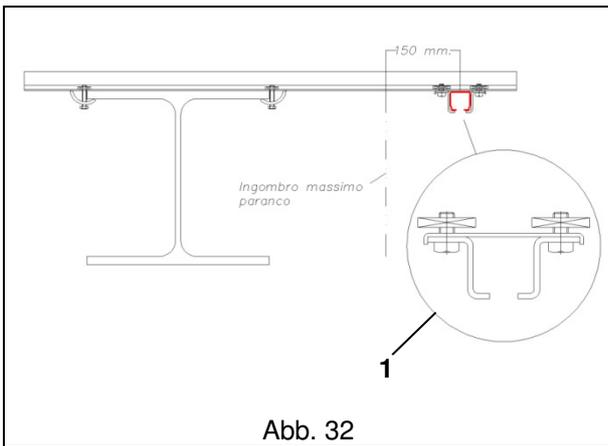

Abb. 32
- Die Laufrinne mit den Aufhängungen **1** an den Konsolen aufhängen. Der Abstand zwischen Träger und Versorgungsleitung variiert je nach Art des montierten Zugs. Im Allgemeinen muss das Schleppkabel etwa 150 mm ab dem maximalen Bewegungsraum der Maschine laufen (Abb. 32.).